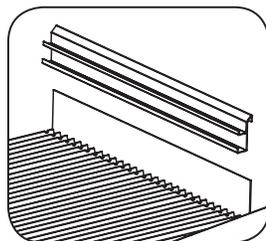

Fig. 3a
1. Accrocher le rail de grille au pare-éclaboussure arrière comme à la Fig. 3a.